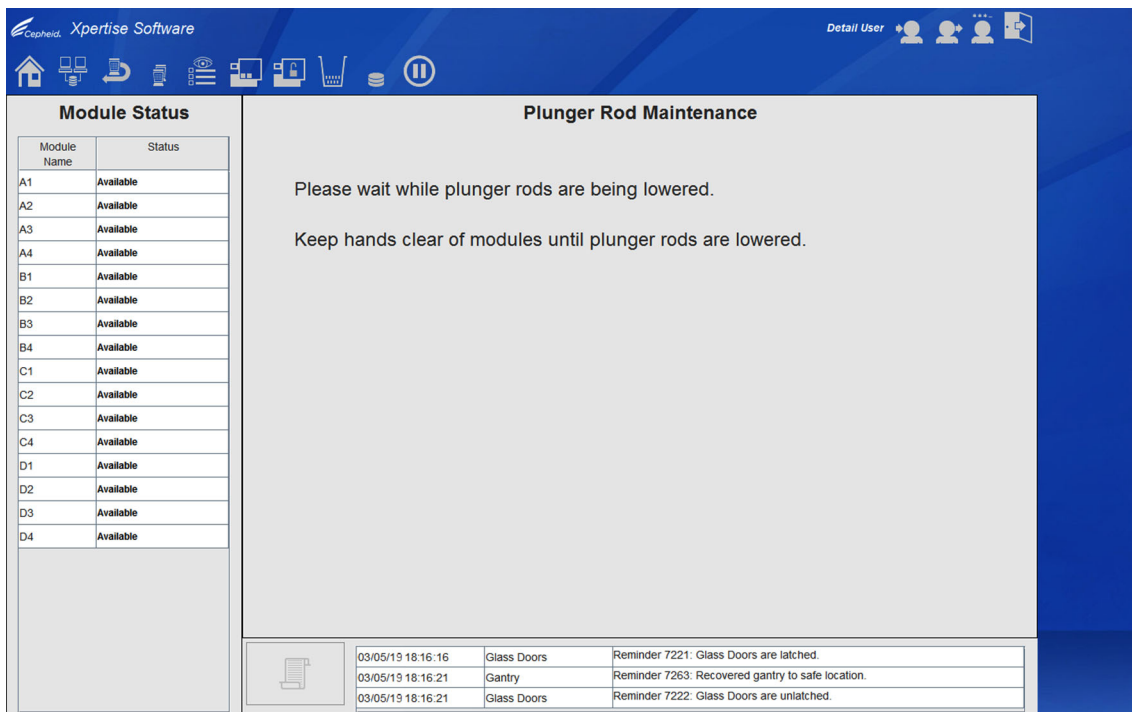
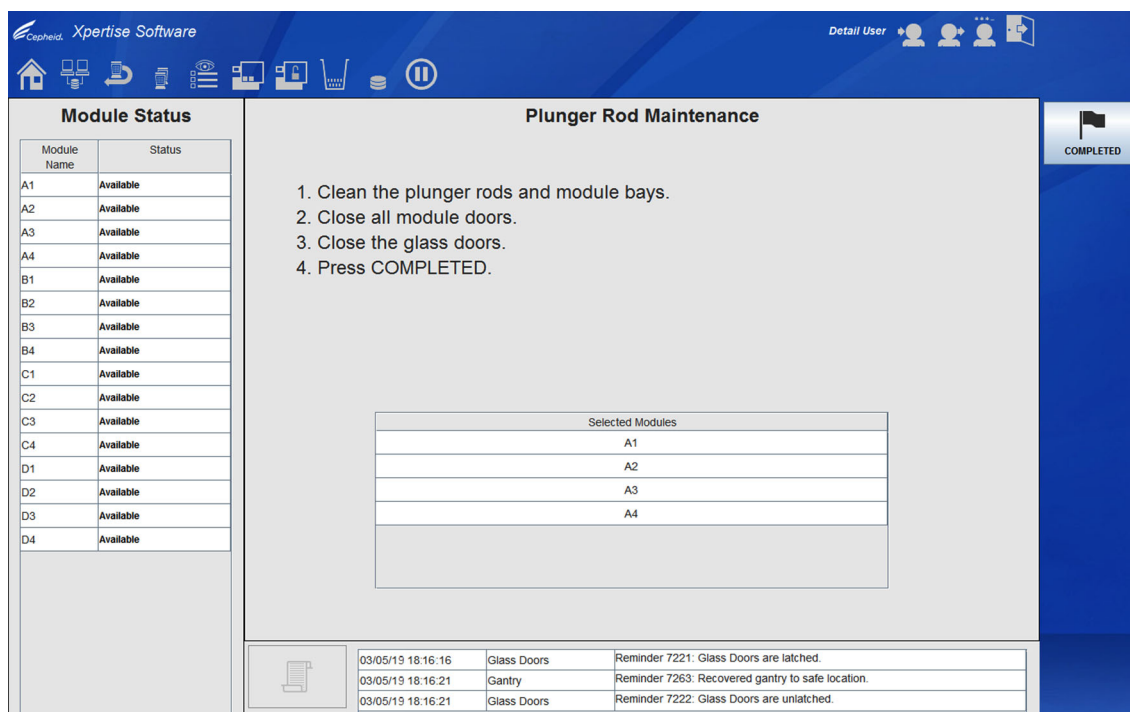
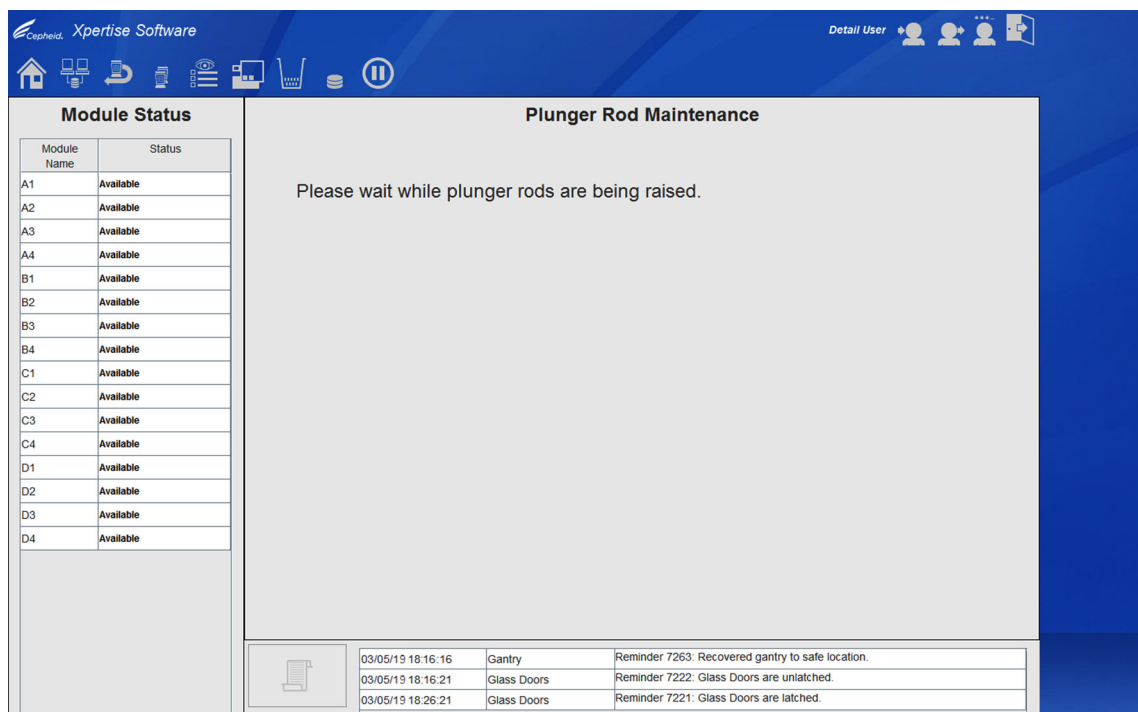
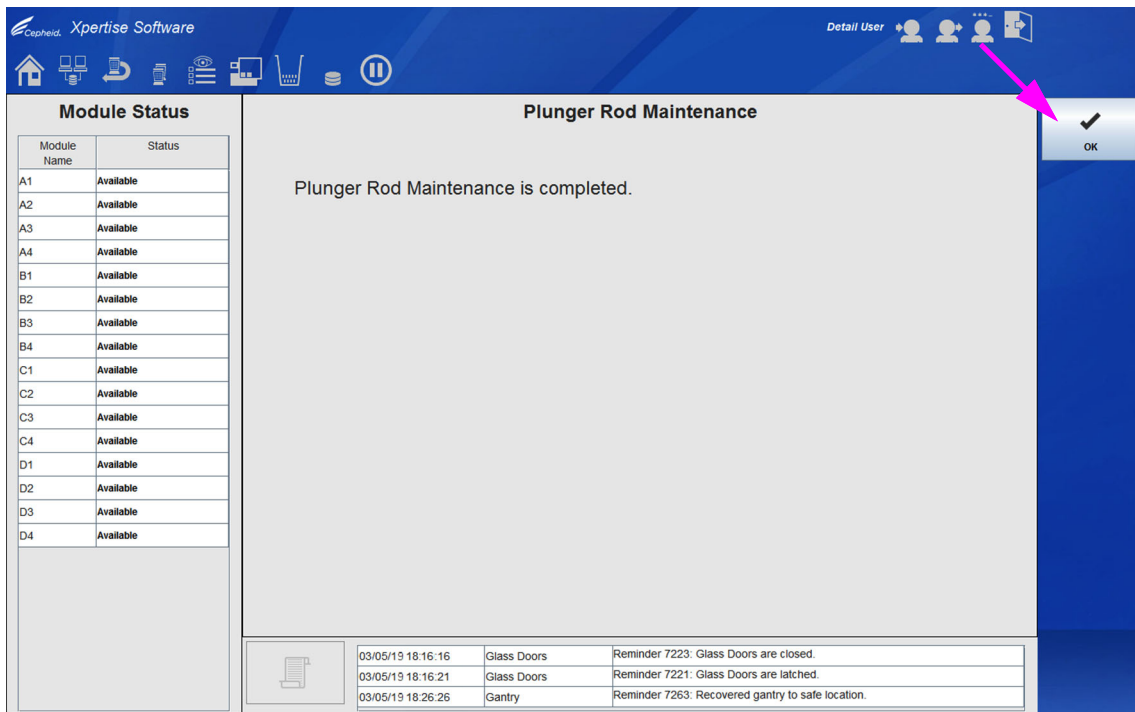

図 9-33. プランジャーロッドのメンテナンスワークスペース、プランジャーが下がっていることを表示
図 9-34. プランジャーロッドのメンテナンスワークスペース
図 9-37. プランジャーロッドのメンテナンスワークスペース、プランジャーが上がっていることを表示
図 9-38. プランジャーロッドのメンテナンスワークスペース、メンテナンス完了を表示
9. **続行 (CONTINUE)** ボタンを選択します。プランジャーが下がっている間、図 9-33 の画面が表示されます。プランジャーが下がりきったら、画面は自動的に図 9-34 の画面に変わります。
13. プランジャーロッドのメンテナンス (Plunger Rod Maintenance) ワークスペースで、**完了 (COMPLETED)** ボタンを選択します (図 9-34 を参照)。プランジャーロッドが上がって通常の位置に戻ります。図 9-37 の画面が、プランジャーが上がっている間表示されます。プランジャーロッドが上がってから、プランジャーロッドのメンテナンス (Plunger Rod Maintenance) ワークスペースは、メンテナンスが完了したことを知らせます (図 9-38 を参照)。
14. **OK** ボタンを選択します (図 9-38 を参照)。最初のプランジャーロッドのメンテナンス (Plunger Rod Maintenance) ワークスペースが表示されます。図 9-31 を参照。